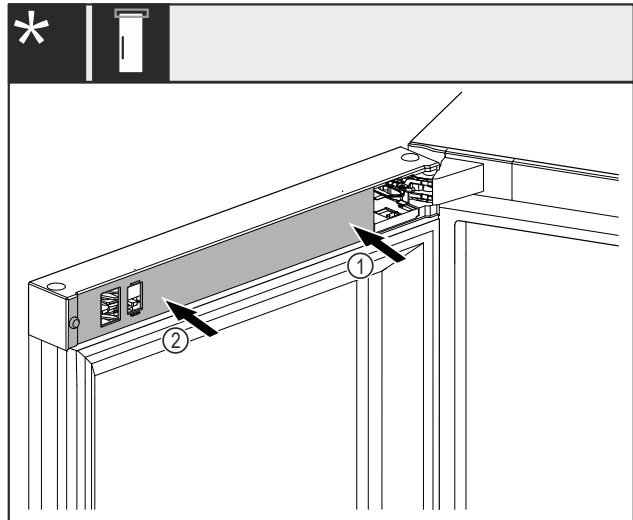

Fig. 47 *
- Afdekking Fig. 47 (1) eerst aan de lagerbokzijde plaatsen en vastklikken.*
- Afdekking Fig. 47 (2) aan de buitenkant plaatsen en vastklikken.*